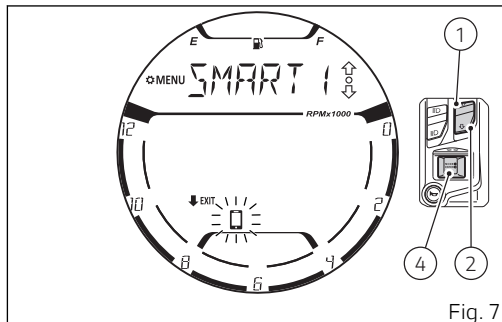

Fig. 7
En el display permanece visualizado el nombre del dispositivo seleccionado de la lista anterior y parpadea el símbolo smartphone " 📱 " (Fig. 7). Con los pulsadores (1) y (2) es posible desplazar en secuencia los símbolos relativos al tipo de dispositivo en el siguiente orden: